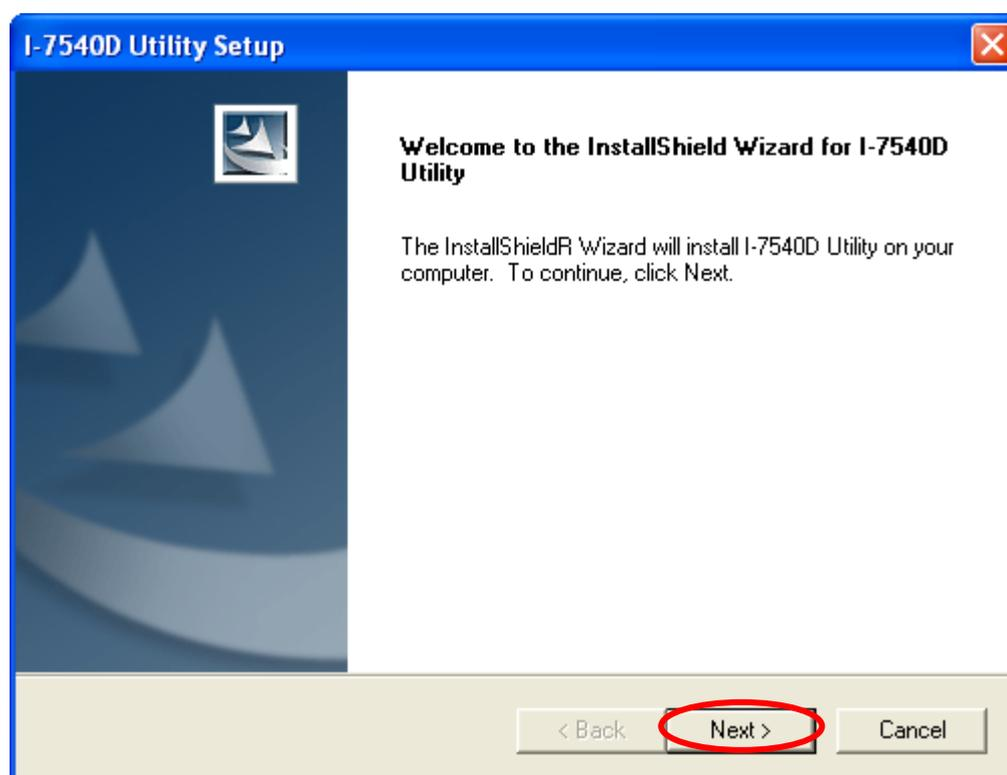

图 3-2: Welcome dialog
**Step 3:** 画面上弹跳出「欢迎安装」的窗口提示用户，如图 3-2 所示。